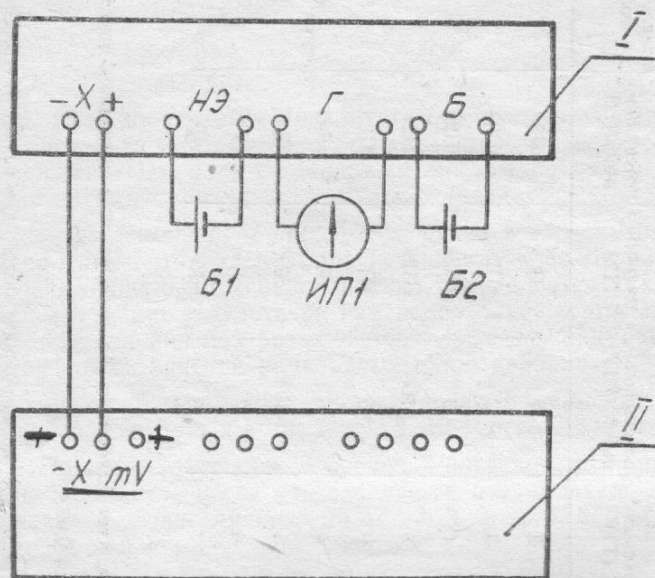

Рис. 13.
8. 3. 2. 5. Погрешность показаний потенциометра проверяйте по схеме (рис. 13) путем сравнения показаний поверяемого прибора с показаниями образцового потенциометра, для чего: